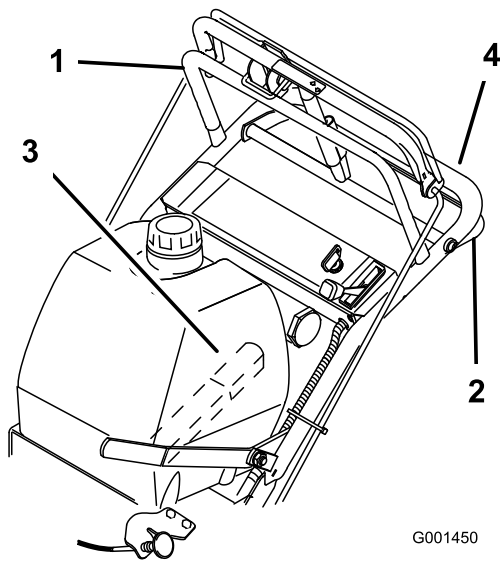
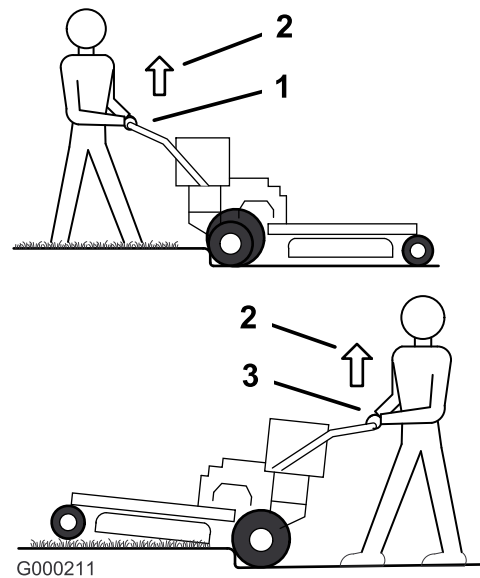

Figura 10
Figura 11
1. Para ir hacia adelante, mueva la palanca de cambio a una marcha hacia adelante (Figura 10).
3. Presione lentamente la barra de control superior para ir hacia adelante (Figura 10).
Para ir en línea recta, aplique la misma presión a ambos extremos de la barra de control superior (Figura 10).
Para girar, libere la barra de control superior en el sentido en que desea girar (Figura 10).
3. Apriete lentamente la barra de control inferior y el manillar para ir hacia atrás (Figura 10).
3. Conduzca la máquina hasta que las ruedas giratorias toquen el bordillo (Figura 11).
4. Levante la parte delantera de la máquina empujando el manillar inferior hacia abajo (Figura 11).
5. Conduzca la máquina hasta que las ruedas de tracción toquen el bordillo (Figura 11).
6. Baje la parte delantera de la máquina (Figura 11).
7. Al mismo tiempo, engrane la barra de control inferior y levante el manillar inferior para conducir la máquina por el bordillo (Figura 10 y Figura 11).
3. Haga retroceder la máquina hasta que las ruedas de tracción toquen el bordillo (Figura 11).
4. Al mismo tiempo, engrane la barra de control inferior y levante el manillar inferior (Figura 10 y Figura 12).